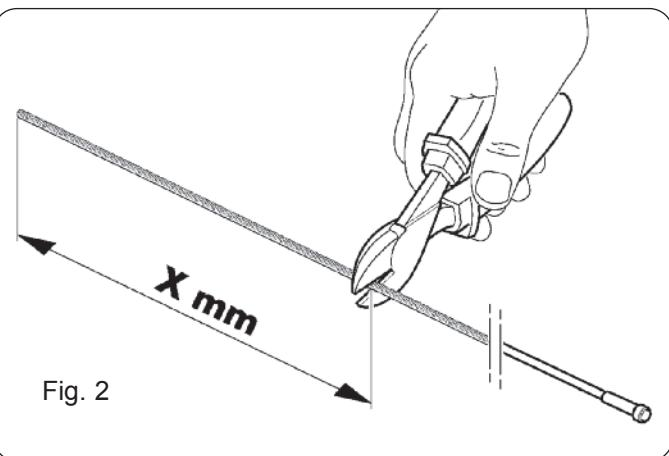
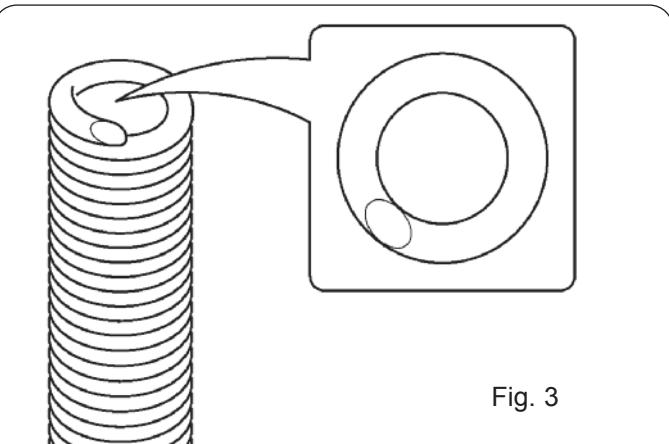

Fig. 2
Fig. 3
- Extraer la vaina, cortar la parte final según la medida anteriormente tomada (ver fig. 2). El corte se deberá realizar con una herramienta muy afilada, para evitar baba que obstruyan el paso del hilo (ver fig. 3).